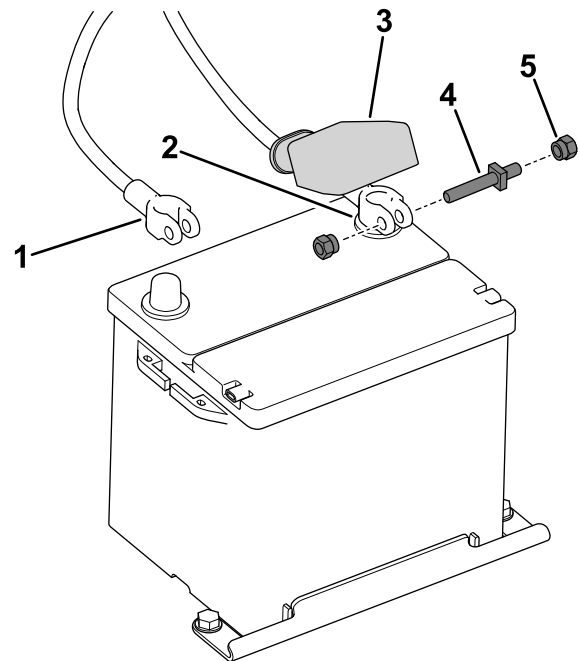

Figura 42
1. Desconecte los cables de la batería (Figura 42).
2. Conecte los cables de la batería (Figura 42).